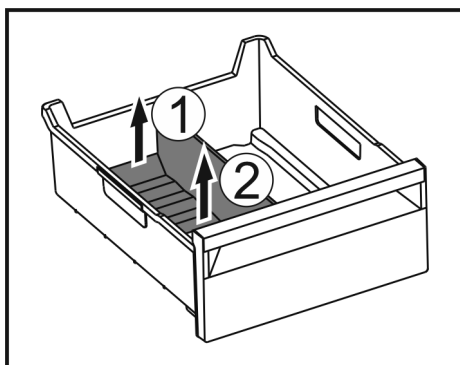

Fig. 249
- Sollevare la parte posteriore del divisore dello scomparto del ghiaccio. Fig. 249 (1)
- Rimuovere il divisore dello scomparto del ghiaccio verso l'alto. Fig. 249 (2)